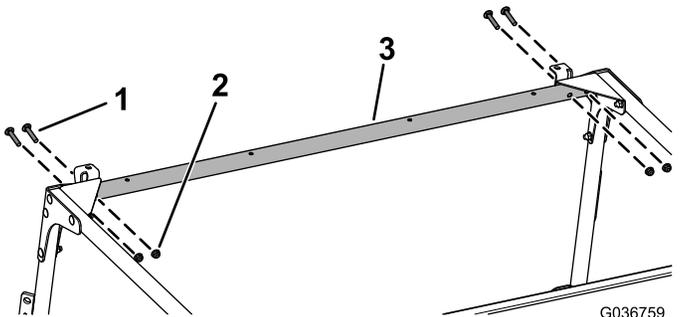

Figure 30
- 9. Fixez légèrement la traverse avant aux supports de montage avant et aux goussets d'angle à l'aide de 4 boulons de carrosserie (5/16" x 1 3/4") et 4 écrous à embase (5/16"), comme montré à la Figure 30.